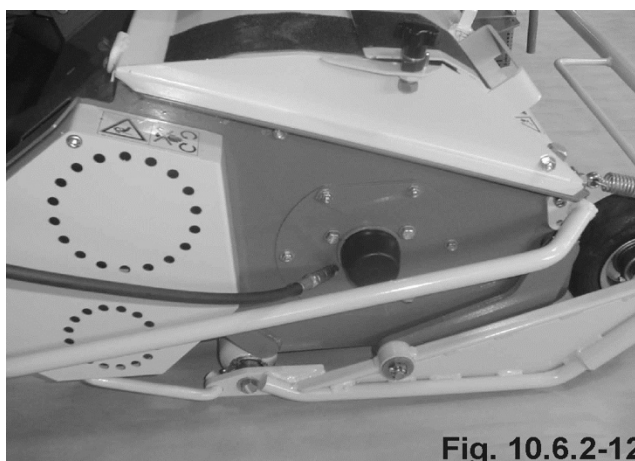

Fig. 10.6.2-12
- Regulacja wysokości (rys. 10.6.2-13)